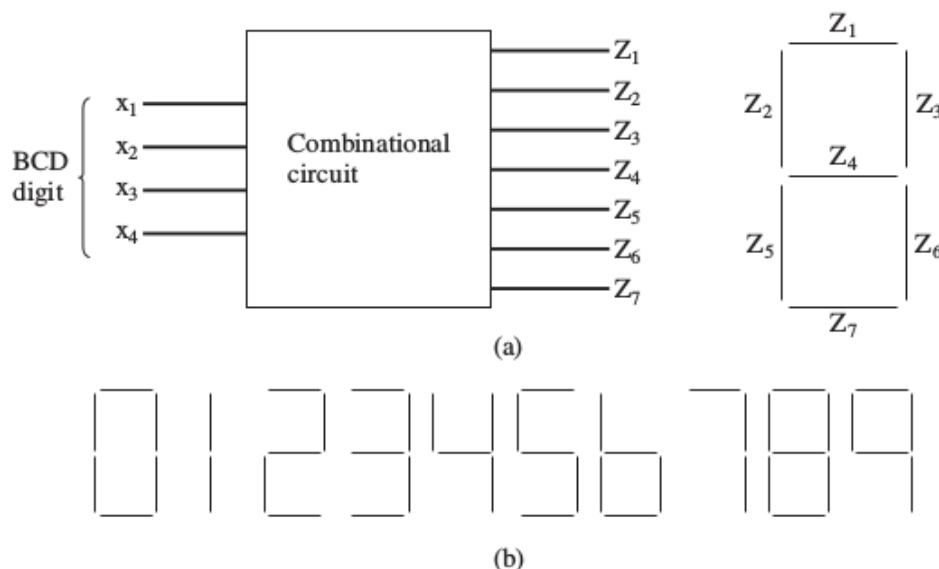

Figure 20.36 Seven-Segment LED Display Example
- Về mạch điện điều khiển phần tử 7-segment display có thể tham khảo cuốn sách: “Computer Organization and Architecture: Designing for Performance, Eight Edition”, William Stallings, 2010; Hình trên chính là Figure 20.36.